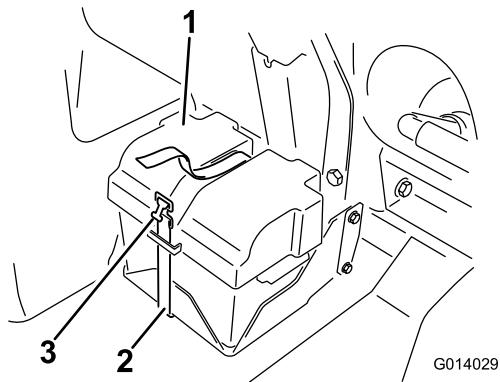

Figura 83
2. Retire la tapa de la batería y desconecte el cable negativo de tierra (negro) del borne de la batería (Figura 83).
4. Instale la tapa de la batería y sujetela con la correa que retiró anteriormente (Figura 83).